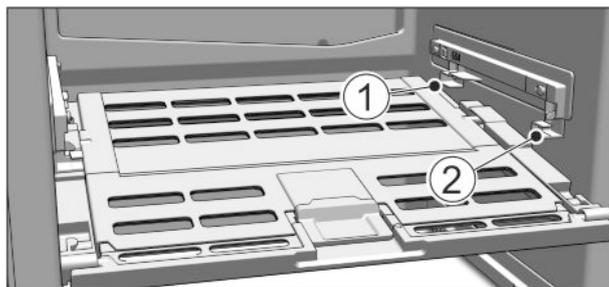

Fig. 74
- ▶ Inserire il coperchio cassetto Safe per frutta e verdura: inserire le nervature del coperchio dal basso nel supporto inferiore Fig. 74 (1) e inserire anteriormente nel supporto Fig. 74 (2).